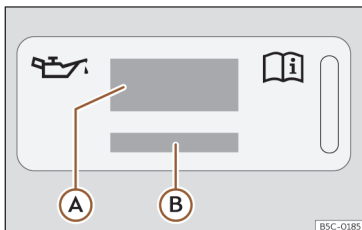
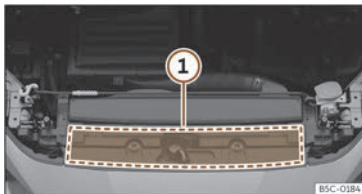

Fig. 218 No van motor:etiqueta de aceite de motor
Fig. 219 No van motor:área de localización da etiqueta de aceite de motor
Lenda da»» **fig. 218** :
Se debe encher de novo o aceite do motor, use un dos aceites indicados na etiqueta »» **fig. 218**. A etiqueta coa norma prescrita está situada na parte frontal do compartimento do motor»» **fig. 219** (1). Se usa o aceite de motor recomendado, o nivel de carga pode corrixirse tantas veces como sexa necesario.